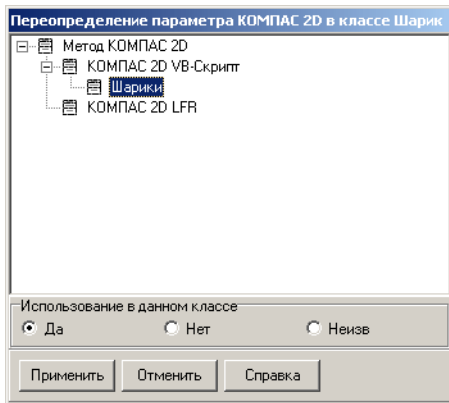

Рис. 3.35.
2. Дважды щелкните левой клавишей мыши по атрибуту *КОМПАС 2D*. Откроется окно переопределения параметра, в котором показан список допустимых типов атрибута (рис. 3.35).